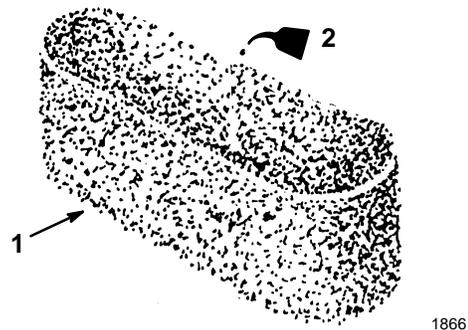

Abbildung 28
- C. Etwas Öl auf den Einsatz geben (Abb. 28). Den Einsatz drücken, um das Öl zu verteilen.